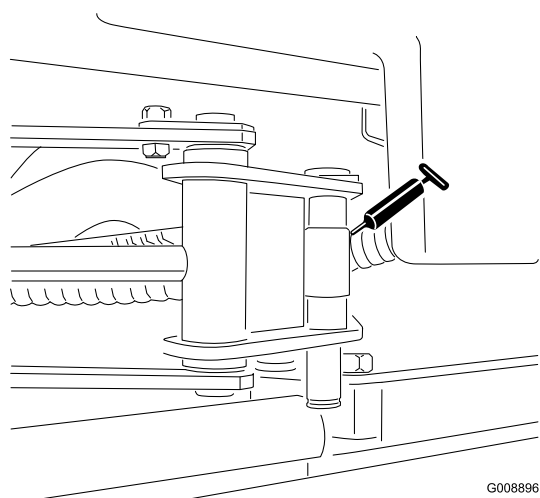

Figura 30
- Extremidades do cilindro do SideWinder (2) (Figura 30)